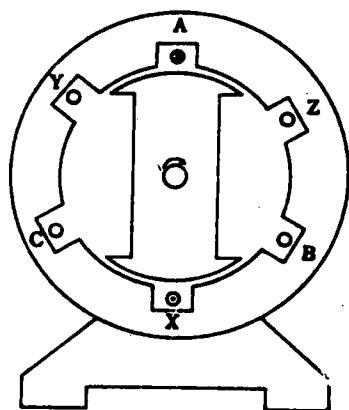
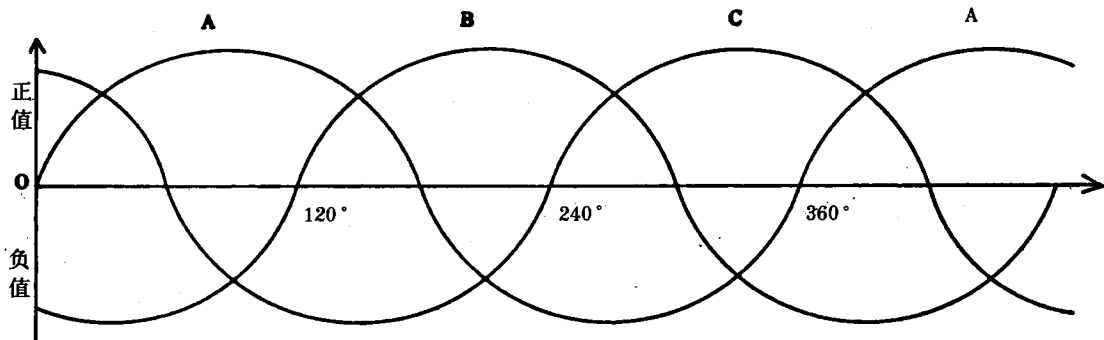

图 2-3 三相交流发电机示意图
图 2-4 三相感应电势波形图
以上讲的单相交流电产生和原理, 那么三相交流电又是怎样产生的呢? 现在看看三相同步发电机的示意图 2-3 和三相定子绕组感应电势波形图 2-4。三相发电机是在定子铁芯槽中绕有三组对称绕组, 它们彼此在空间相差 120 度, 每一组称为一相。转子也简化为一条形磁铁。当转子被原动机拖动并以恒定速度 (我国统一为每秒 50 转) 旋转起来时, 磁极 N 和 S 的磁力线便依次交替切割定子上的三相绕组。根据电磁感应原理可知, 这时在每相绕组中就会感应出大小和方向按周期变化的交变感应电势, 转子每转过一对磁极 (SN), 交变电势就变化 1 个周期, 电势的波形接近正弦波, 如图 2-4 所示。由于三相绕组在空间的位置是对称的, 因此三相绕组中的感应电势也是对称的, 但在时间上, 三相电势彼此相差三分之一周, 在角度上彼此相差 120 度。当发电机定子绕组接上三相平衡负载时, 就会输出